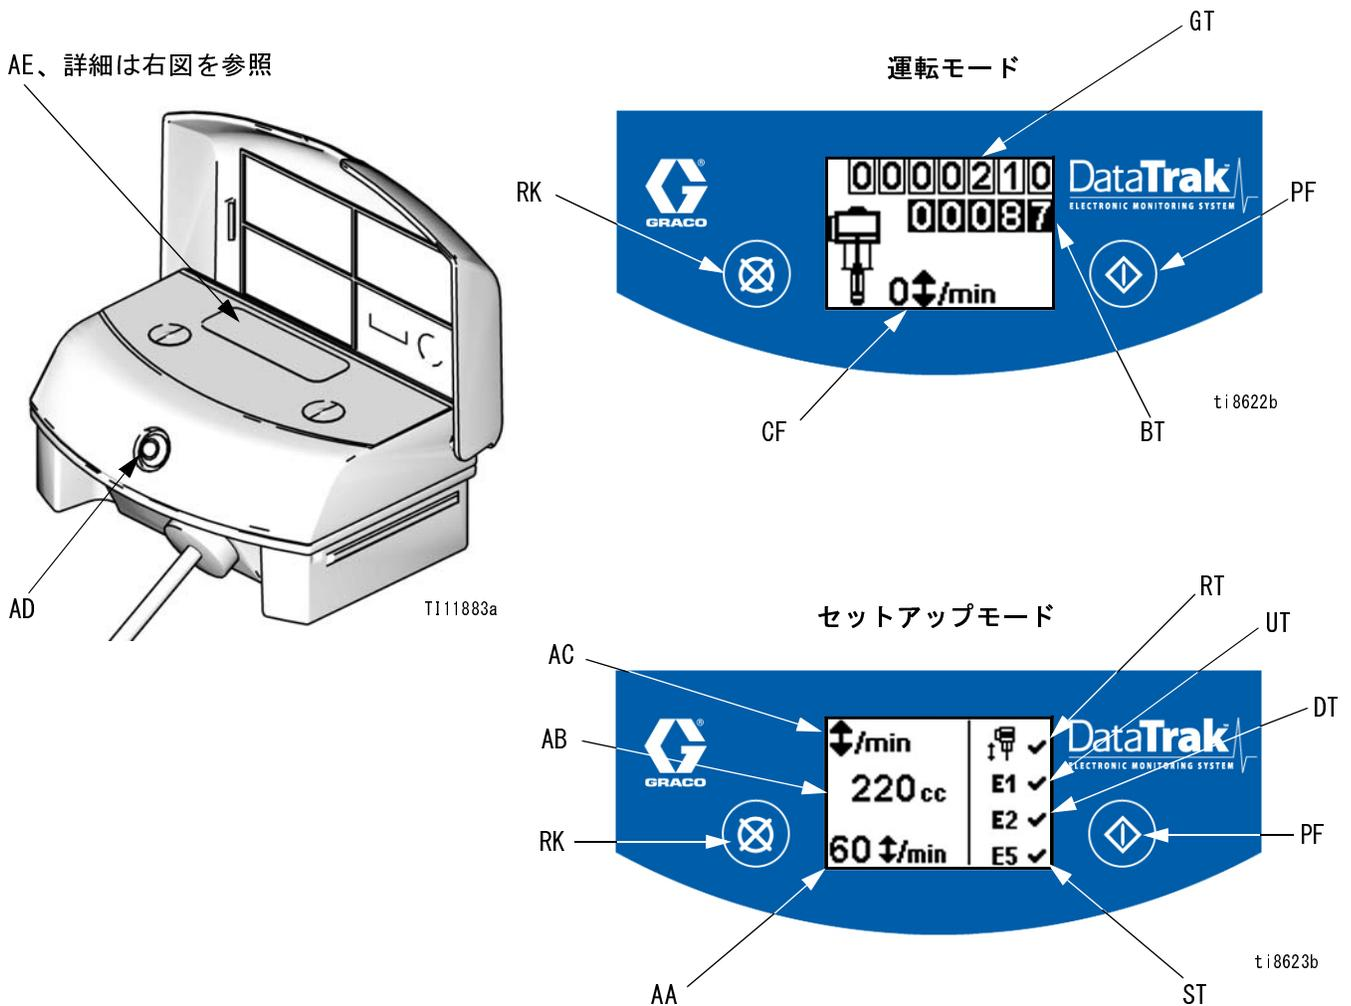

図 9. DataTrak のコントロールとインジケータ
- 図 9 を参照してください。設定メニューが表示されるまで、**①** を 5 秒間押し続けます
- 暴走防止（搭載されている場合）、下部サイズ、流量単位を設定し、暴走防止、エラーオプション E1、E2、および E5 を有効にするには、**⊗** を押して数値を変更してから、**①** 値を保存してカーソルを次のデータフィールドに移動させます。E1、E2 と E5 のエラーコードについては、30 ページを参照してください。